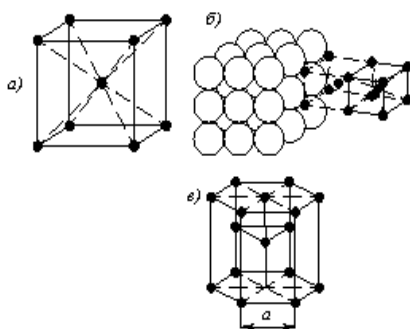

Рисунок 1. Схема определения координационного числа кристаллической решётки: а – ГЦК; б – ОЦК; в – ГПУ
3. координационное число K - число ближайших соседей данного атома: для решётки ОЦК это число равно 8, т.е. атомы, находящиеся в вершине, принадлежат восьми элементарным ячейкам (рис.1.а), для решётки ГЦК это число равно 12, т.е. атомы, находящиеся в вершине, принадлежат двенадцати элементарным ячейкам (рис. 1.б).